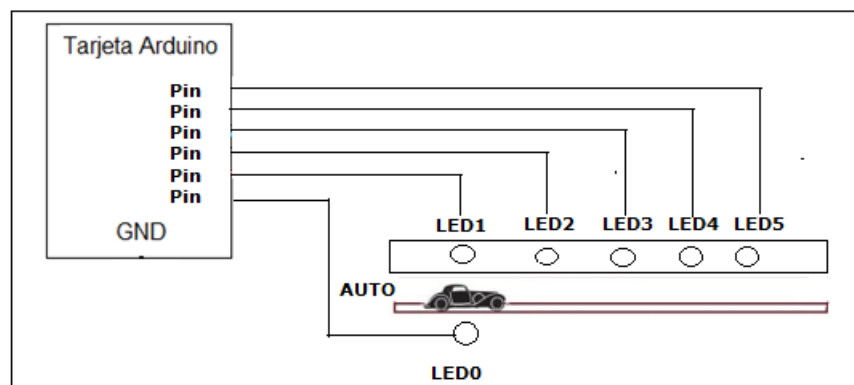

Figura 2. Diagrama esquemático del lavado de auto
2.- Realice la programación de los leds de control de un lavado de automóviles, el cual se desplaza sobre una banda y se detiene en una determinada estación para realizar una determinada operación, Figura 2.